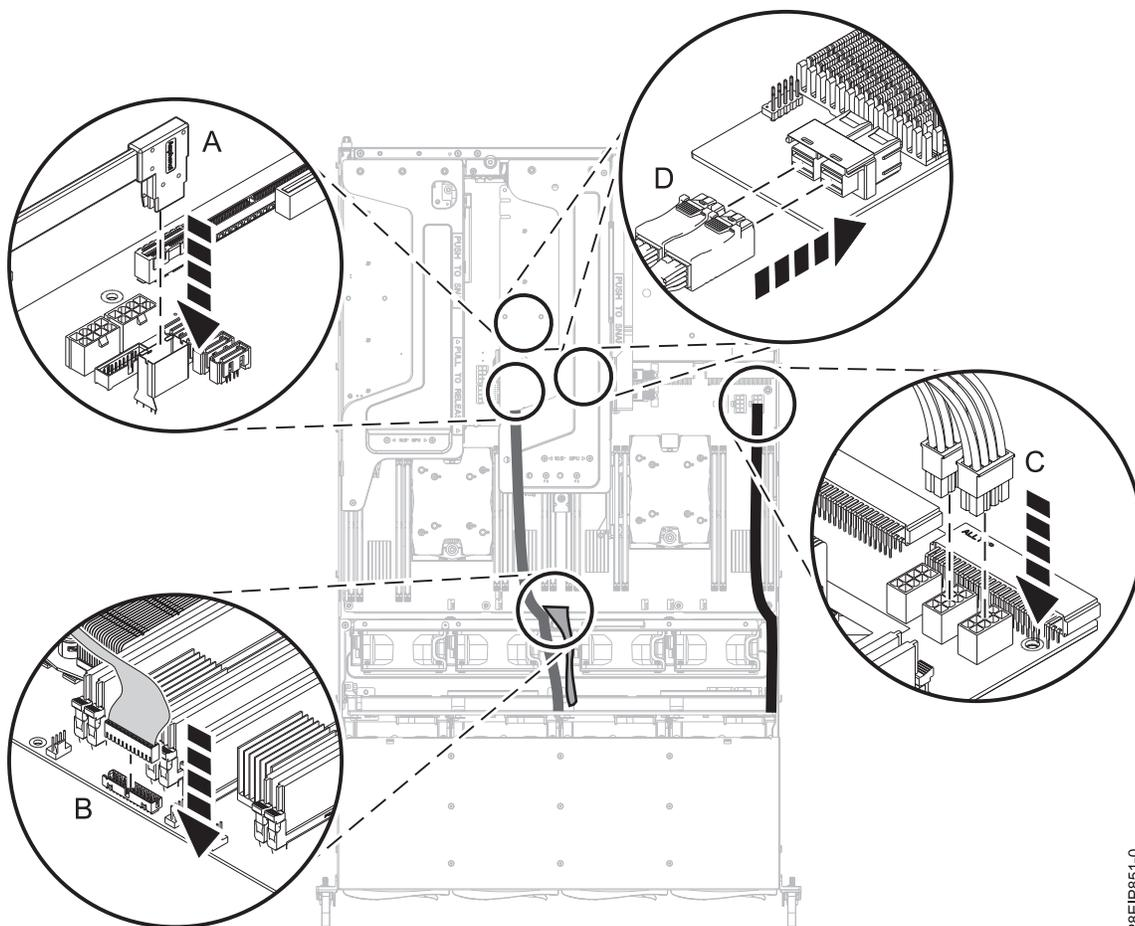

図 16. ドライブの信号ケーブルと電源ケーブルの接続
8. ラベルを確認して、ドライブ信号ケーブル **(A)** と **(D)** を再取り付けします (20 ページの図 16 を参照)。ラベルを確認して、ドライブ電源ケーブル **(C)** をシステム・バックプレーンに再取り付けします。